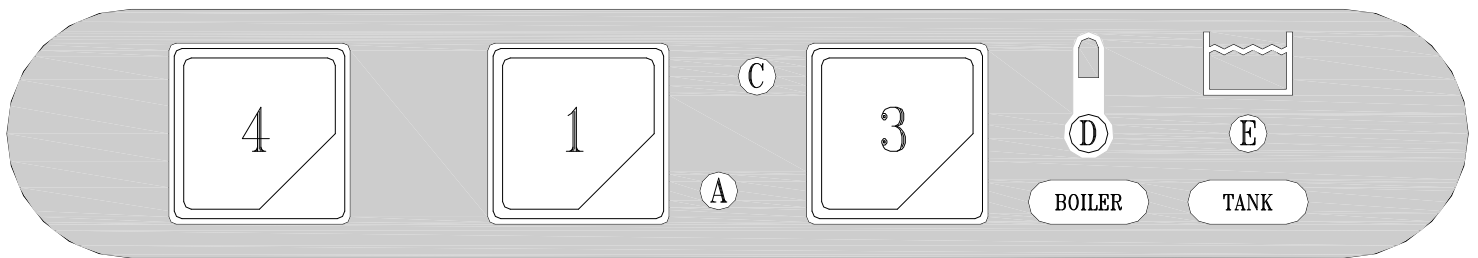

Fig. 3-2
- A riempimento avvenuto, aprire la porta (I) e introdurre il detersivo (ca. 2 gr. per litro di capacità della vasca). Inserire il cesto (L) carico e chiudere la porta (I). Selezionare il ciclo di lavaggio inserendo il pulsante (4): ciclo breve (tasto premuto) – ciclo lungo (tasto rilasciato). A questo punto premere il pulsante START (3) (almeno per 2 secondi) e avrà inizio il ciclo di lavoro visualizzato dalla lampada spia (C): la fine del ciclo coincide con lo spegnimento di questa spia. Per spegnere la macchina si dovrà disinserire l'interruttore (1) portandolo nella posizione (0) spia (A) spenta. (fig.3-2+3-3).
- When the water intake cycle is complete, open the door (I) and add detergent (about 2 g. per litre of tank capacity). Position the full basket (L) and close the door (I). Select the appropriate washing cycle by pressing button (4): short cycle (button pressed) – long cycle (button not pressed). Now press the START button (3) (at least for 2 seconds) and the wash cycle displayed by light (C) will start. When the cycle is over, this light goes out. To turn off the appliance, turn the switch (1) to 0. Light (A) indicates the appliance is off (fig.3-2+3-3).
- Nach erfolgter Füllung die Tür (I) öffnen und das Spülmittel einfüllen (ca. 2g/l Fassungsvermögen des Spülbehälters) Den gefüllten Geschirrkorb (L) einsetzen und die Tür (I) schließen. Das Programm durch Drücken des Druckknopfes (4) wählen kurzer Spülgang (Taste gedrückt) – langer Spülgang (Taste losgelassen). Nun die START-Taste (3) mindestens 2 Sekunden lang drücken, und das Spülprogramm beginnt, die Kontrolllampe (C) leuchtet auf und am Programmende erlischt die Kontrolllampe. Um das Gerät auszuschalten, muß der Schalter (1) auf die Position 0 gestellt werden, die Kontrolllampe (A) erlöscht (fig.3-2+3-3).
- Lorsque le remplissage est terminé, ouvrir la porte (I) et verser le détersif (environ 2 g pour chaque litre remplissant la cuve). Introduire le panier (L) plein et fermer la porte (I). Sélectionner ensuite le cycle de lavage en actionnant le bouton-poussoir (4) cycle court (touche enfoncée) – cycle long (touche relâchée). A ce stade, presser le bouton-poussoir START (3) (au moins 2 secondes) et le cycle de fonctionnement commencera, visualisé par la lampe-témoin (C). La fin du cycle coïncide avec l'extinction de ce voyant. Pour arrêter la machine, il faudra débrancher l'interrupteur (1) en le ramenant sur la position 0: lampe-témoin (A) (fig.3-2+3-3).
- Después del llenado, abra la puerta (I) y vierta el detergente (2 gramos aproximadamente por litro de capacidad de la cuba). Introduzca el cesto (L) carga y cierre la puerta (I). Seleccione el ciclo de lavado por medio del selector (4) ciclo breve (tecla pulsada) – ciclo largo (tecla soltada). Pulse ahora START (3) (almenos durante 2 segundos) para arrancar el ciclo de trabajo: se enciende la luz testigo (C), que se apagará al final del ciclo. Para apagar la máquina desconecte el interruptor (1): posición 0, luz testigo (A) apagada (fig.3-2÷3-3).